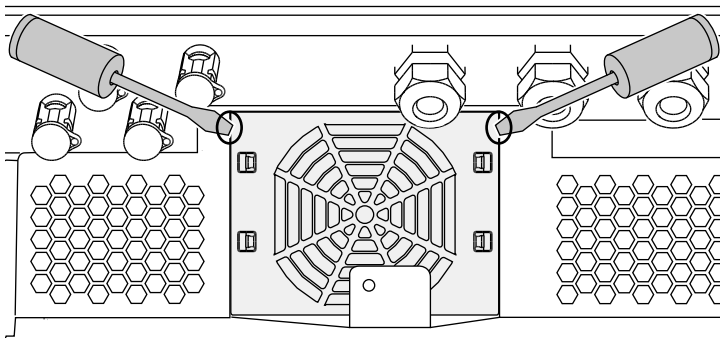

Bild 62: Lossa fläktgalleret
2. Demontera fläkten. Sätt en skruvmejsel mot fläktgallerets kant och tryck lätt mot fläktgalleret. 🔗 Bild 62